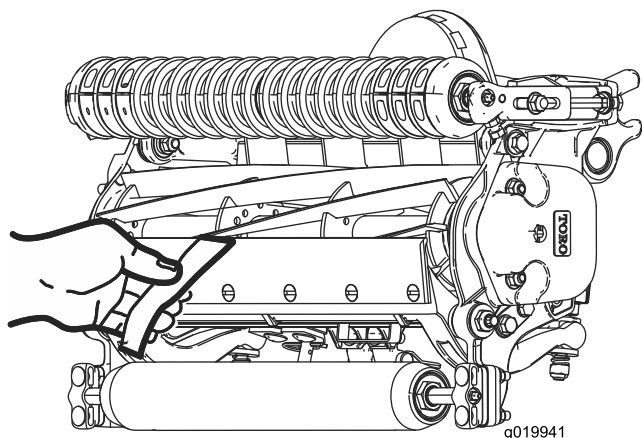

图20
2. 在滚刀与底刀间插入一长条剪切性能纸（Toro 零件号 125-5610），纸要与底刀垂直，检测剪切性能（图20）。缓慢向前旋转滚刀；滚刀应剪切检测纸。